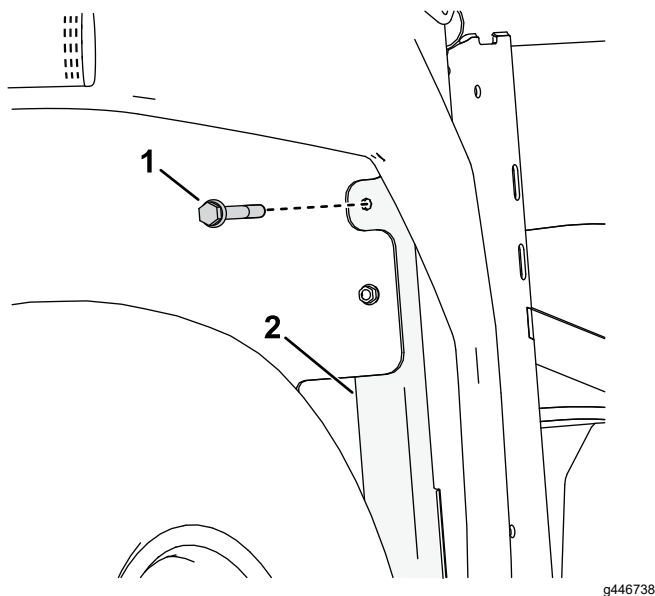

**Bild 9**
3. Befestigen Sie das obere Scharnier der Tür mit den in Schritt 5 (Bild 9) entfernten Schrauben lose an der Halterung der Schulterstütze.